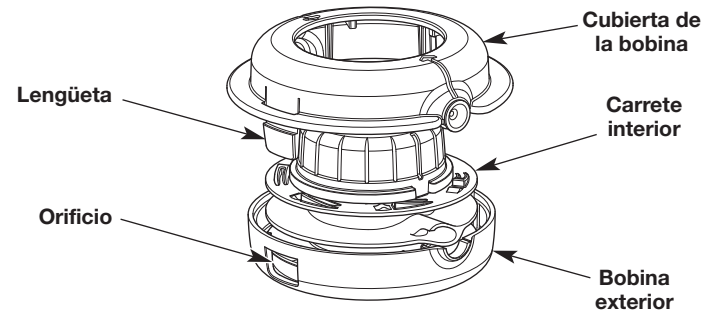

Fig. 17
1. Oprima firmemente las lengüetas del cabezal de corte (Fig. 17).
2. Retire la cubierta de la bobina (Fig. 17).
4. Utilice una tela limpia para limpiar el carrete interior, la bobina exterior y la cubierta de la bobina (Fig. 17).
5. Se deben alinear las lengüetas de la cubierta de la bobina con los orificios de la bobina exterior (Fig. 17). Oprima la cubierta de la bobina sobre la bobina exterior hasta que las lengüetas entren a presión firmemente en los orificios.